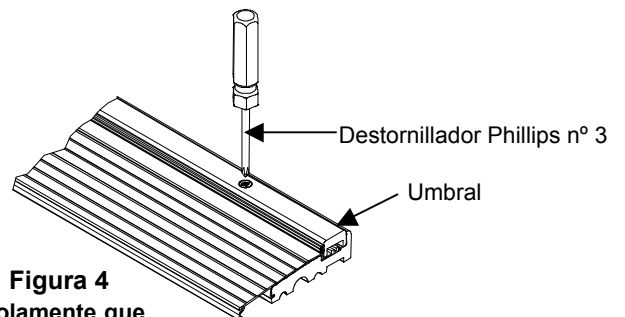

Figura 4
- 4 Para una puerta que abre para adentro con umbral ajustable, ajuste el umbral según la Figura 4 de manera que exista un contacto uniforme entre el barrido de la puerta y el umbral. Para probar, coloque una lámina de papel entre el barrido de la puerta y el umbral, cierre la puerta y tire. El ajuste correcto tendría una leve tensión, pero si se divide el papel, la tensión es demasiado alta.